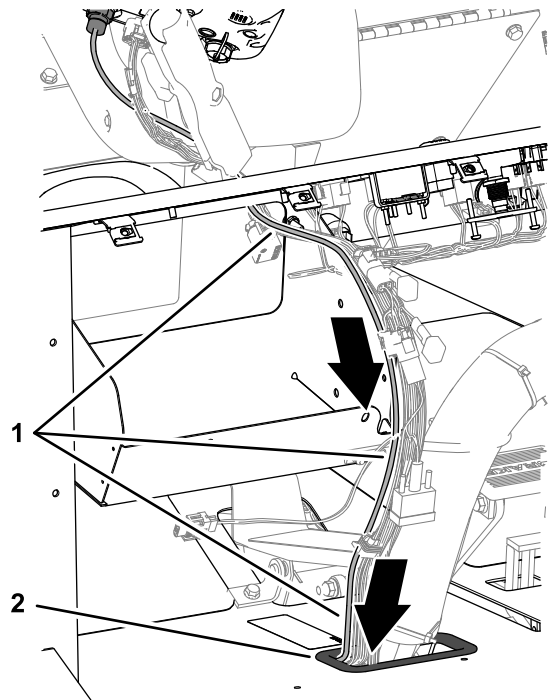

Figure 160
2. Acheminez le câble de données du modem le long du faisceau de la machine et à travers le passe-câble du plancher (Figure 160).